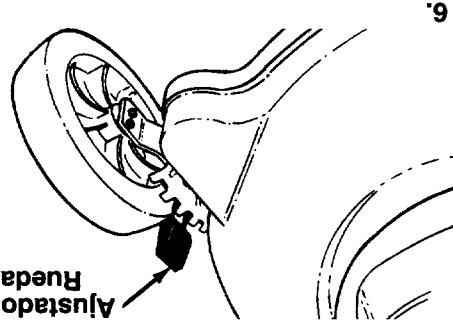

FIGURA 6.
- PARA CAMBIAR LA ALTURA DE CORTE, MUEVA LAS PALANAS DE AJUSTE HACIA LAS RUEDAS. Vea la figura 6. MUEVA LAS RUEDAS HACIA ARRIBA O HACIA ABAJO COMO SEA NECESARIO. ASSEGURESE DE QUE TODAS LAS PALANAS SE ENCUENTREN EN EL MISMO NIVEL.